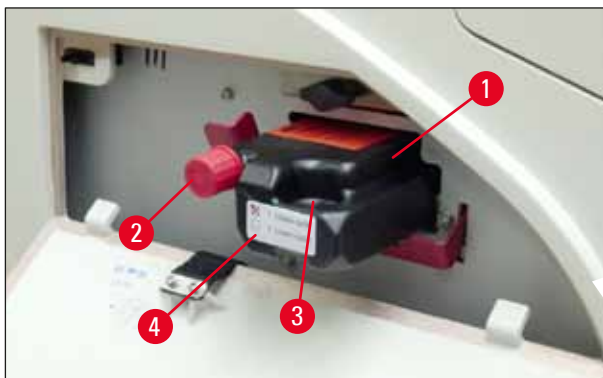

Fig. 57
3. Staccare la pellicola protettiva e inserire la cartuccia fino a quando non è a metà del vano della cartuccia (→ "Fig. 57").